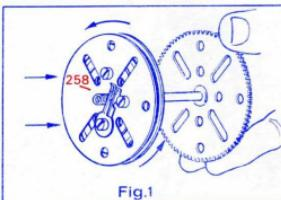

Fig.1
Note that, if the driving clutch unit in assembly 3a is transferred from shaft 3 to shaft 6 to increase running time, the clutch – with the driving cord and weight – must be reversed (see fig. 1 below) as shaft 6 rotates in the opposite direction to shaft 3. The cord guide (Strip 6a) at the bottom of the Clock must also be reversed to project outwards to the left, when viewed from the front, while the hanging support bracket (Flat Girder 103h) at the top of the Clock must be reversed so that the positions of its circular and slotted holes are transposed, then moved two holes to the right to compensate for the repositioned driving weight. The clutch, when removed from shaft 3, must be replaced by a Spring Clip (35) and a Washer (38) to hold the shaft in the correct position. A Spring Clip is included in the Kit for this purpose.
Let erop dat indien de aandrijfkoppelingsinrichting in het samenstel 3AC van as 3 naar as 6 overgebracht wordt om de looptijd te vergroten, de koppeling — met het aandrijfkoord en het gewicht — omgekeerd moet worden (*zie onderstaande fig. 1*), aangezien as 6 en as 3 in tegenovergestelde richting roteren. De koordleider (strook 6a) onderaan de klok moet ook omgekeerd worden zodat deze van de voorkant bezien naar links uitskeert, terwijl de hangende drager (platte ligger 103) bovenaan de klok omgekeerd moet worden, zodat de ligging van de gaten en sleuven andersom is; de drager moet vervolgens twee gaten naar rechts gebracht worden om het verplaatsde aandrijfgewicht te compenseren. Als de koppeling van as 3 verwijderd is, moet deze door een borgveer (35) en een onderlegger (38) vervangen worden om de as op de juiste plaats te houden. Het samenstel bevat een borgveer die voor dit doel bestemd is.